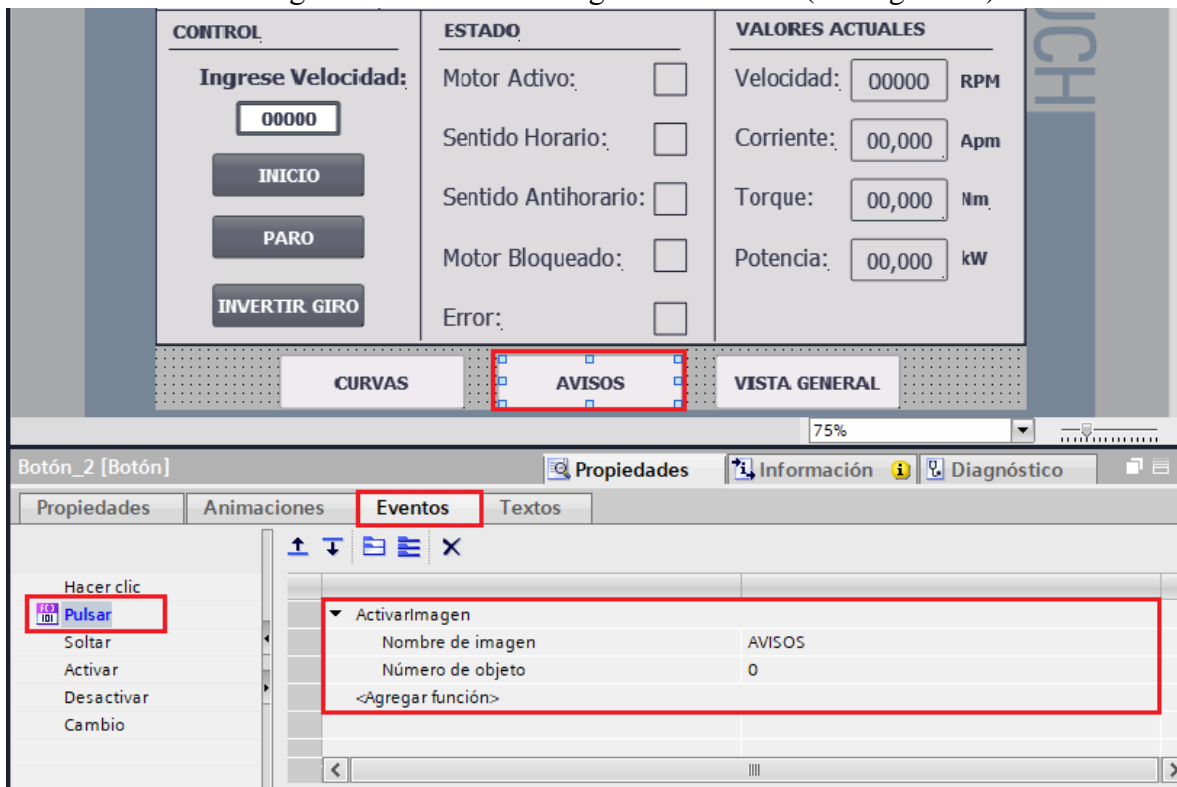

Figura 61. Configuración botón AVISOS.
- En “Nombre de imagen” seleccionar la imagen “AVISOS” (ver Figura 61).